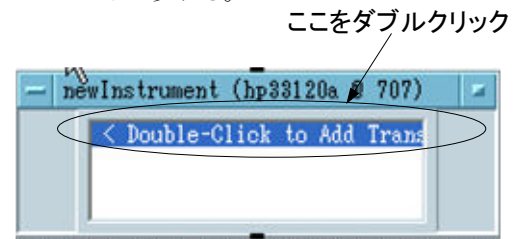

図5-4 ”newInstrument” オブジェクト
- (3) 画面上の四角を適当な場所でクリックすると、図5-4の”newInstrument”オブジェクトが現れる。